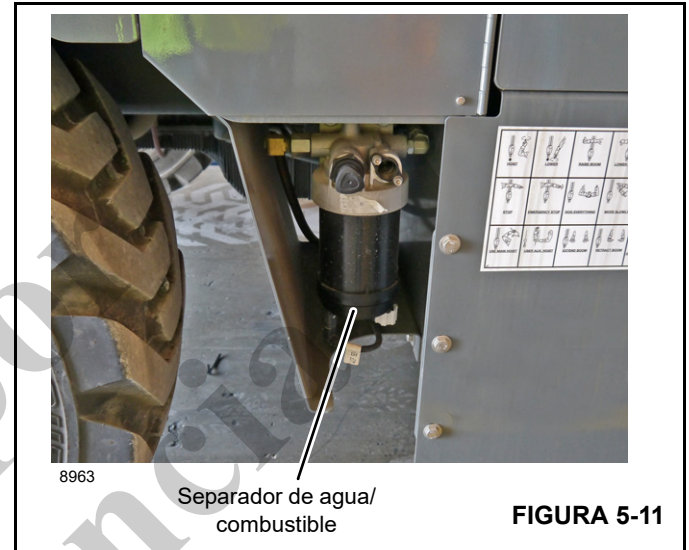

FIGURA 5-11
2. Consulte el manual del motor que se suministró con la grúa y siga las instrucciones para el vaciado de agua del separador de agua/combustible (Figura 5-11).